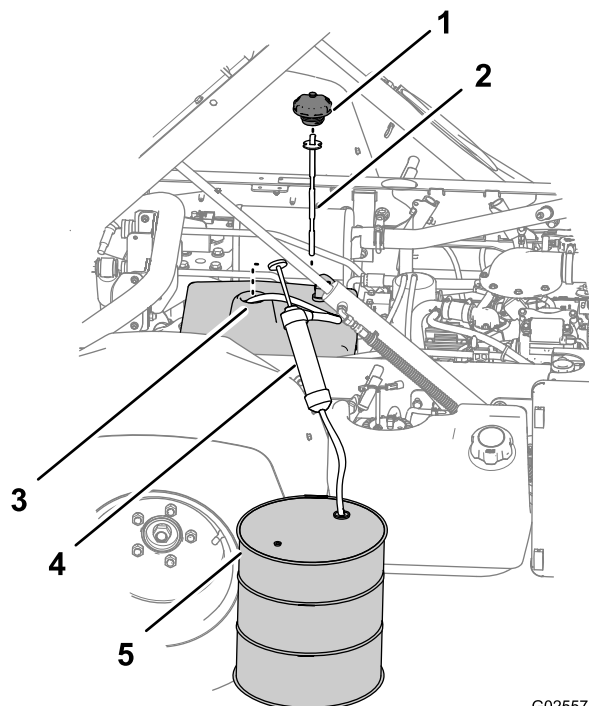

図 83
3. タンクの補給口についているディップスティックとキャップを外す 図 83。
4. サイホンに吸い込みホースを接続し、ホースを油圧タンクの補給口からタンク内部に入れ、タンクの底まで送りこむ 図 83。
5. 吸い込みホースの端を回収容器に入れる 図 83、回収容器は、12 リットルのオイルを回収できる大きさが必要である非TC モデル。ハイフロー油圧キットオプションを搭載している非TC モデルやTC モデルの場合には、20 リットルのオイルを回収できるだけの大きさが必要である。
7. 抜き取りを終了したら、タンクからサイホンを取り外す 図 83。
- 油圧オイルタンクに油圧オイルを入れる。油量は非 TC モデルの場合には 7.5 リットル、ただしオプションのハイフロー油圧キットを取り付けている非 TC モデルの場合や TC モデルの場合は 15.1 リットルである 図 83。
- 油圧オイルタンクの補給口にディップスティックとキャップを取り付ける 図 83。